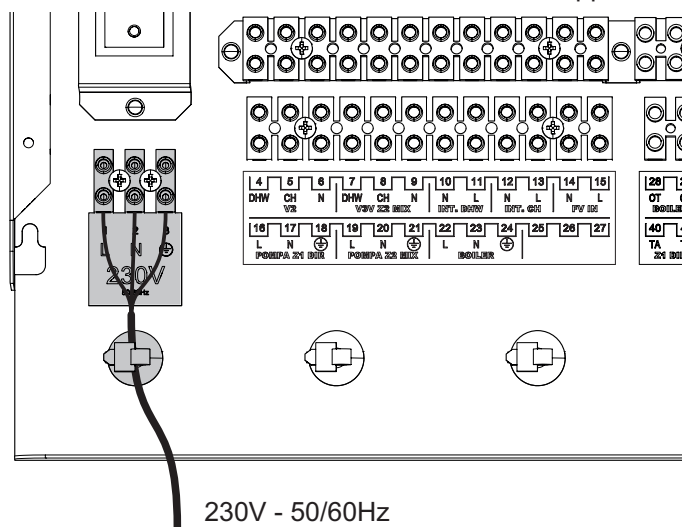

Figura 2.28
- Collegare il cavo dell'alimentazione elettrica alla morsettiere e bloccarlo con l'apposita fascetta (Figura 2.28).